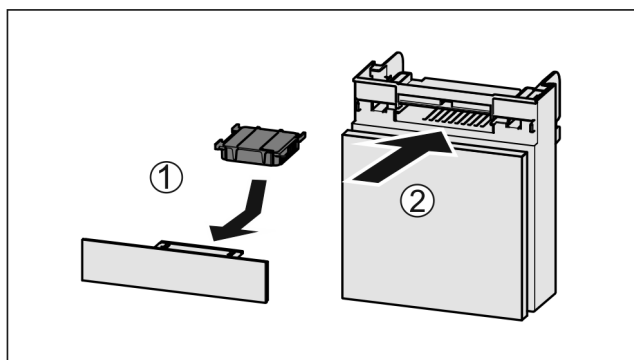

Fig. 144
- Filtr s aktivním uhlím vložte podle vyobrazení Fig. 144 (1).
- Zásuvku zasuňte Fig. 144 (2).